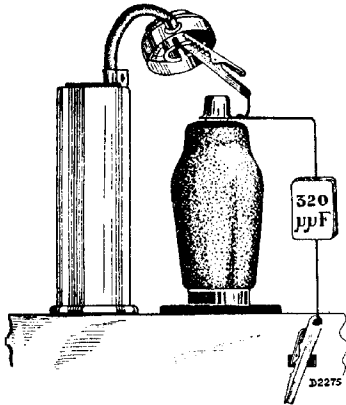

Fig. 4
9. Verstemmingscondensator wegnemen (en 2e kring verstemen met cond. 320 $\mu\mu\text{F}$ tusschen rooster L2 en chassis (zie fig. 4).